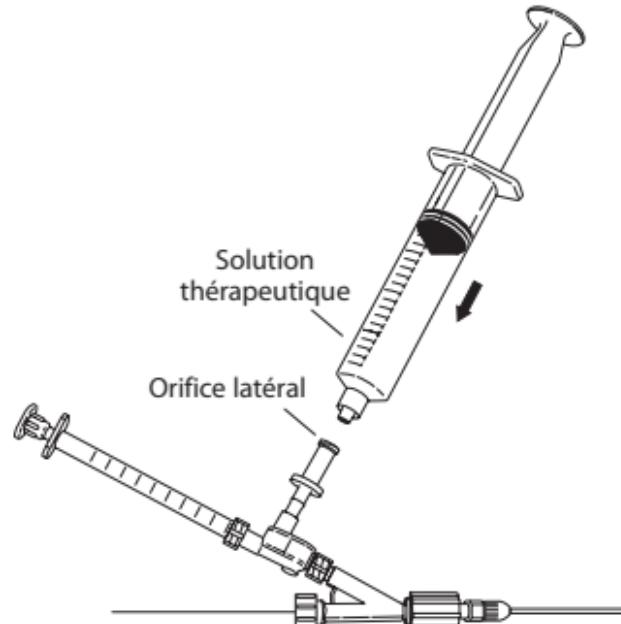

Fig. 7
- Pour démarrer l'administration souhaitée de solution thérapeutique, débrancher la seringue de sérum physiologique hépariné de 20 mL, en laissant un ménisque de solution sur le raccord de l'orifice latéral. Avant de raccorder une autre seringue remplie de liquide à l'orifice latéral, prendre soin de purger le système de toutes les bulles d'air éventuelles. Raccorder la seringue remplie de solution thérapeutique. (**Fig. 7**)